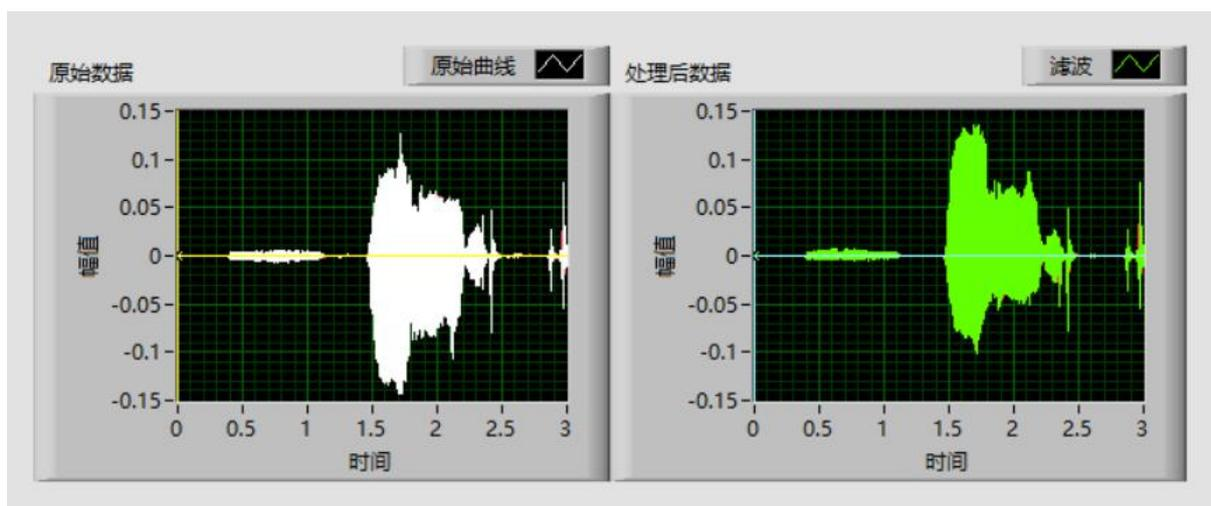

图 2-4-3 液位监测器界面图
- ① 在 E 盘新建工程文件夹，文件夹以“班级+姓名”进行命名，打开 LabVIEW 新建 VI，命名为“声音信号采集系统”，并存放工程文件夹中；
- ② 在前面板中，根据图 2-4-3 所示放入两个波形图，并分别命名为原始数据，处理后数据；
- ③ 原始数据波形图中，曲线命名为原始曲线，线形为细实线，颜色为白色，添加游标颜色为黄色，允许拖曳；
- ④ 处理后数据波形图中，曲线命名为滤波，线性为细实线，颜色为绿色，添加游标颜色为浅蓝色，允许拖曳；
- ⑤ 在程序框图中放入声音采集设置持续时间 3 秒；
- ⑥ 在程序框图中放入滤波器并设置为高通滤波器；
- ⑦ 在程序框图中放入播放波形并测试有无声音（须将耳麦连接好）；
⑧ 在程序框图中放入写入测量文件，将文件存放于 E 盘工程文件夹中，并设置文件格式为文本 (.lvm)，命名采集 1；
⑨ 在程序框图中放入报表，报表标题设置为“声音采样”，作者姓名设置为考生姓名，公司名称设置为考试班级名，输入数据 1 标题为测量数据，输入数据 2 标题为分析结果，目标为 HTML（网页），保存于 E 盘工程文件夹中，命名报表 1；
⑩ 声音采集连接至原始数据，滤波器及报表信号 1；
⑪ 滤波器输出应连接至处理后数据，播放波形，写入测量文件及报表信号 2。